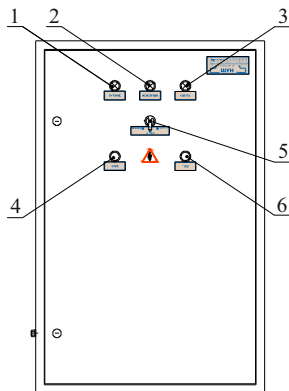

Рисунок 2
- На лицевой стороне ШУН расположены индикаторы и органы управления (рисунок 2):